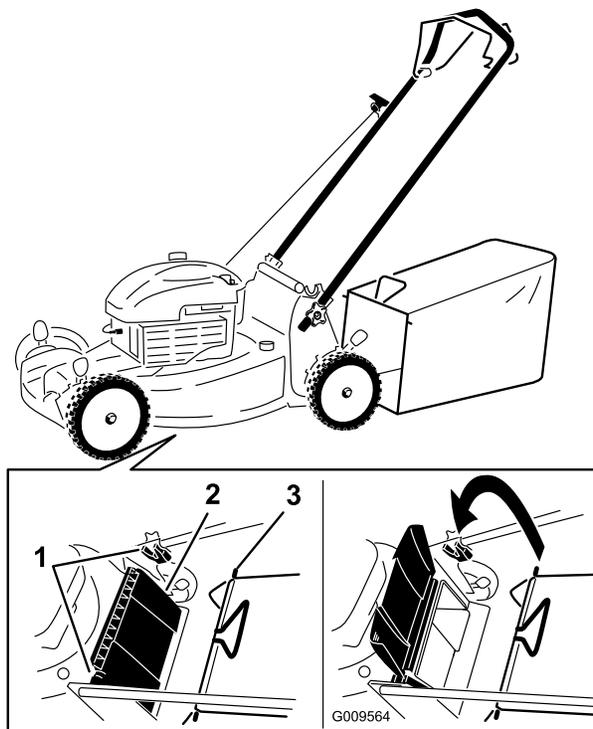

Figura 18
1. Levante y sujete el deflector trasero (Figura 18).
2. Instale la bolsa de recogida, asegurándose de que los pasadores de la bolsa descansan en las muescas del manillar (Figura 18).